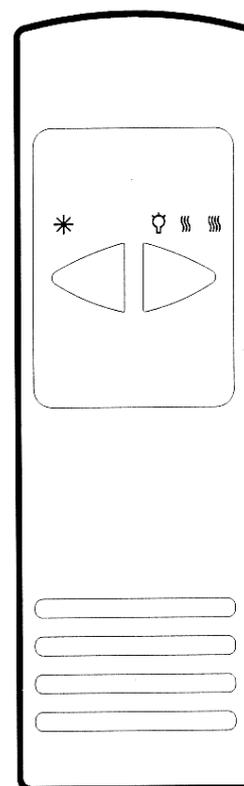

Рис.1
4. Нажмите клавишу "☼ ☼ ☼ ☼", расположенную на пульте дистанционного управления (см. рисунок 1). Таким образом, передатчик сигнала пульта дистанционного управления и его приемник будут синхронизированы.